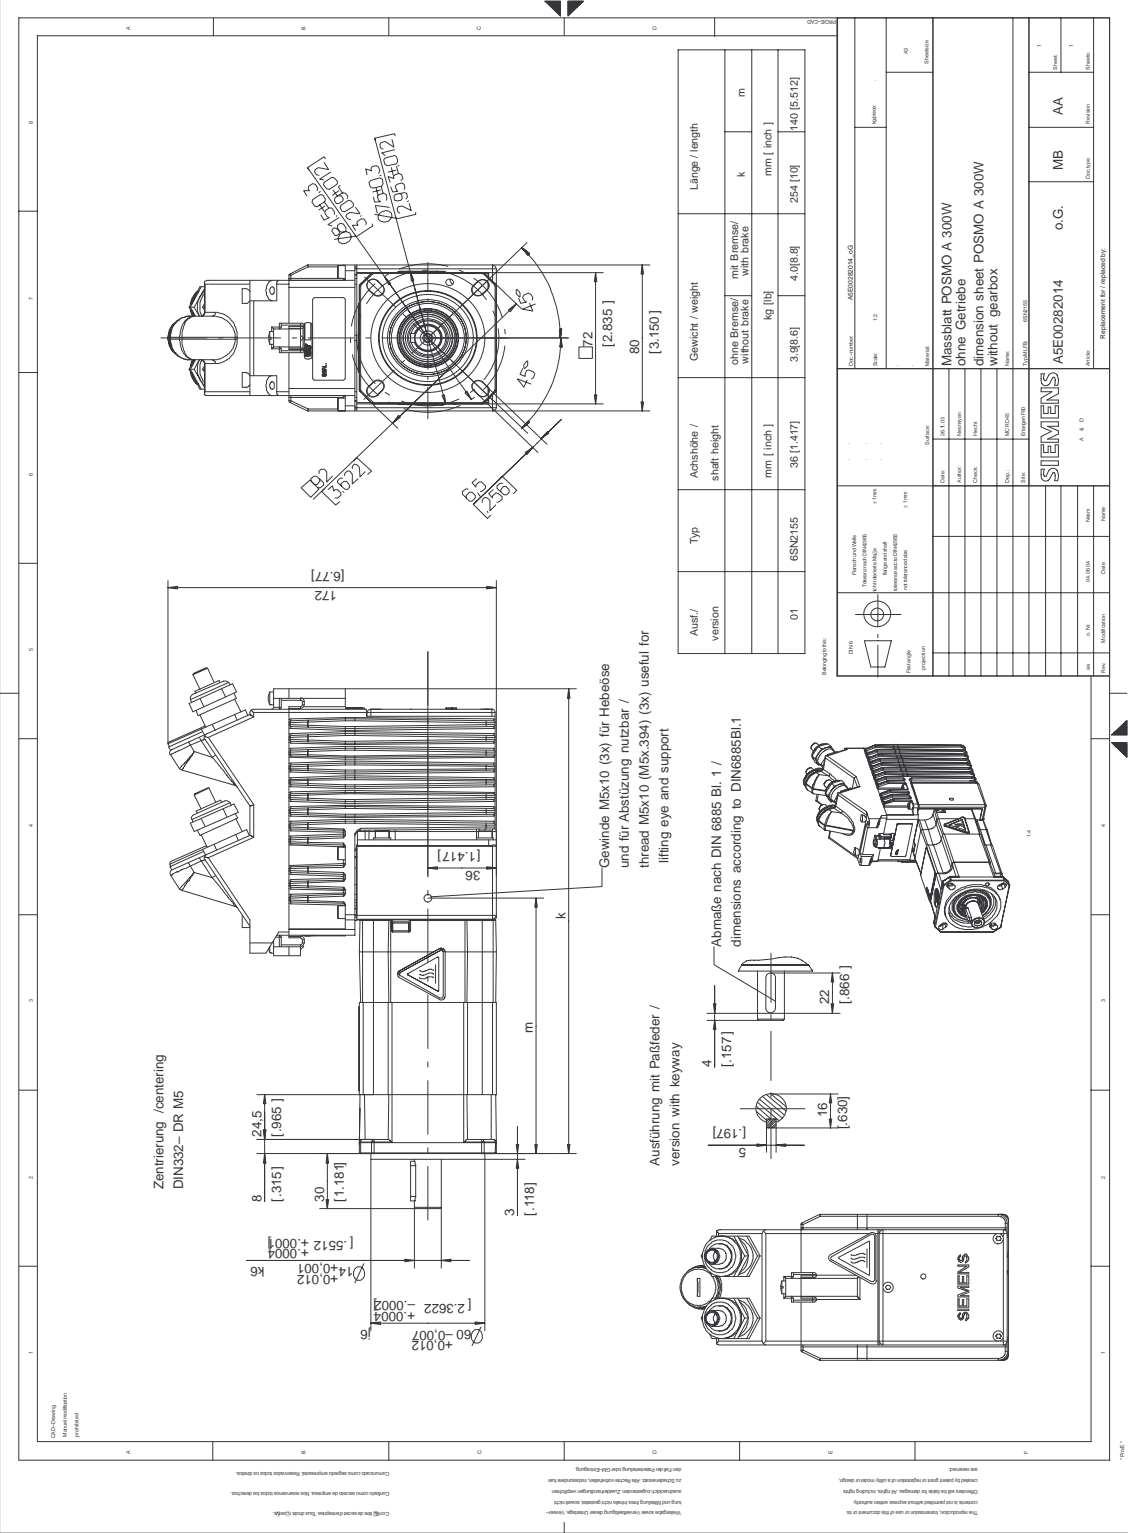

Bild C-4 Maßblatt: SIMODRIVE POSMO A – 300 W ohne Getriebe
- Motor ohne Getriebe —> siehe Bild C-4